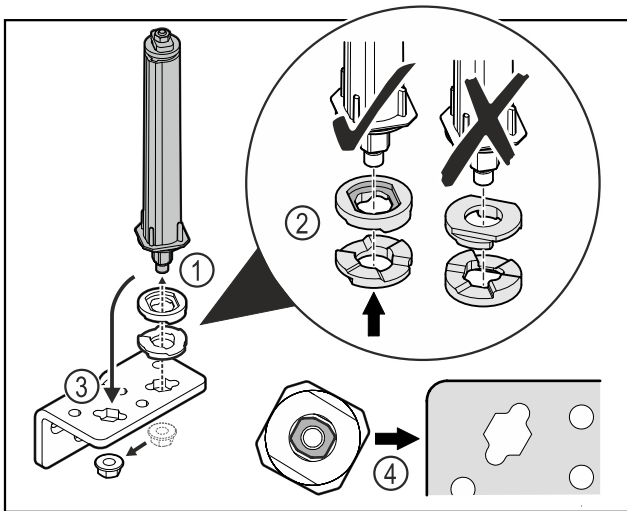

Fig. 30
- ▶ Mutter lösen und Türschließsystem entfernen Fig. 30 (1).
- ▶ Auf die korrekte Ausrichtung der Höhenverstellscheiben achten Fig. 30 (2).
- ▶ Türschließsystem im Scharnierwinkel umsetzen und mit der Mutter fixieren Fig. 30 (3).
- ▶ Beim Einsetzen auf die korrekte Ausrichtung des Türschließsystems achten Fig. 30 (4).